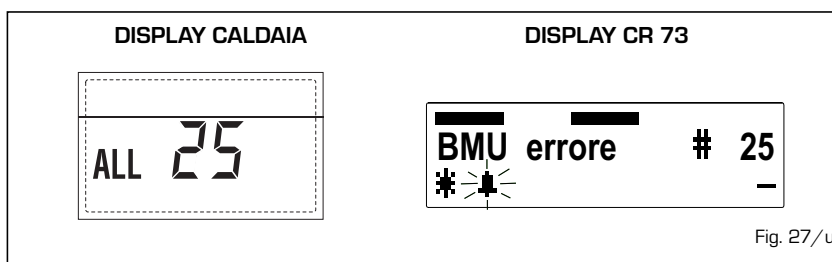

Fig. 27/u
– **ANOMALIA COERENZA APPLICAZIONE SOLARE "ALL 27 - # 27"** (fig. 27/v)